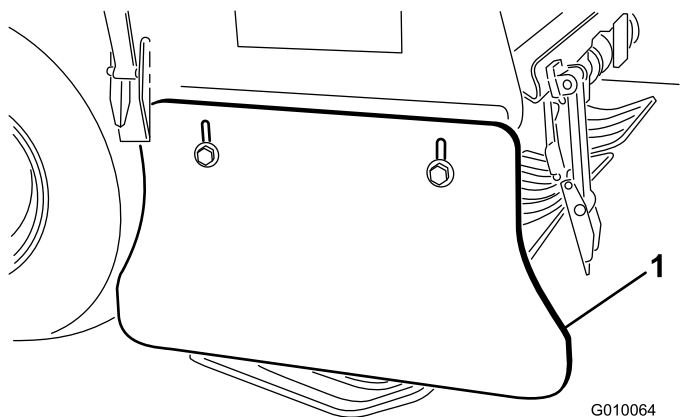

Figura 66
2. Allentate i bulloni e i dadi di fissaggio del deflettore laterale al telaio (Figura 66).